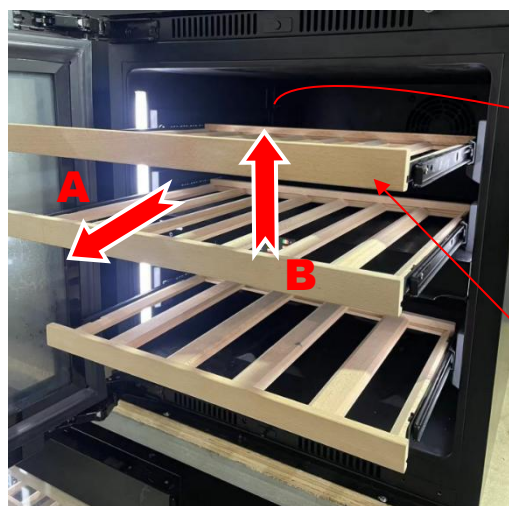
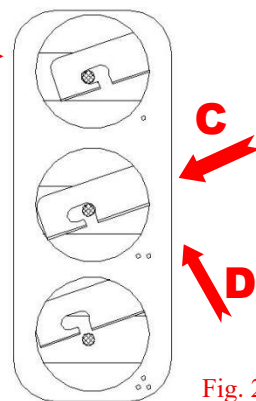

Fig. 1
Fig. 2
Tire del estante (A) y levante el extremo delantero del estante (B) (Fig. 1), luego empuje los dos lados del extremo trasero del estante hasta la posición adecuada (C) y levante el estante de manera uniforme y luego tire del estante hacia afuera (D) (Fig. 2).